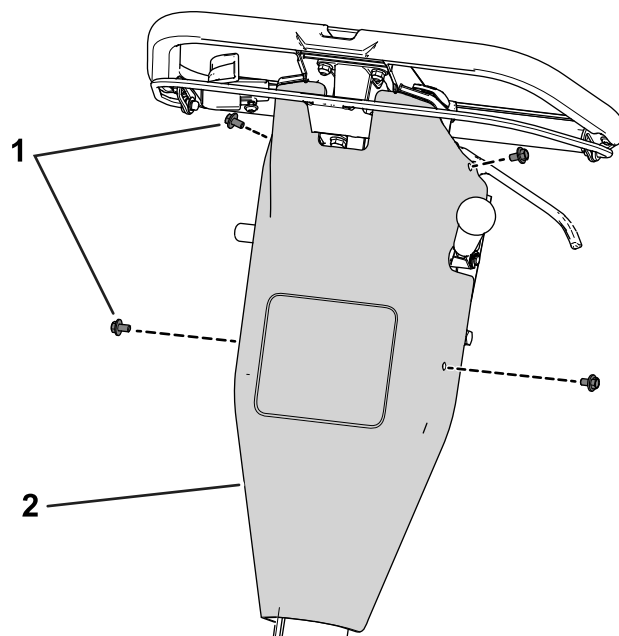

Figure 2
2. Déposez le couvercle de commande en retirant les vis qui le fixe au panneau arrière (Figure 2).